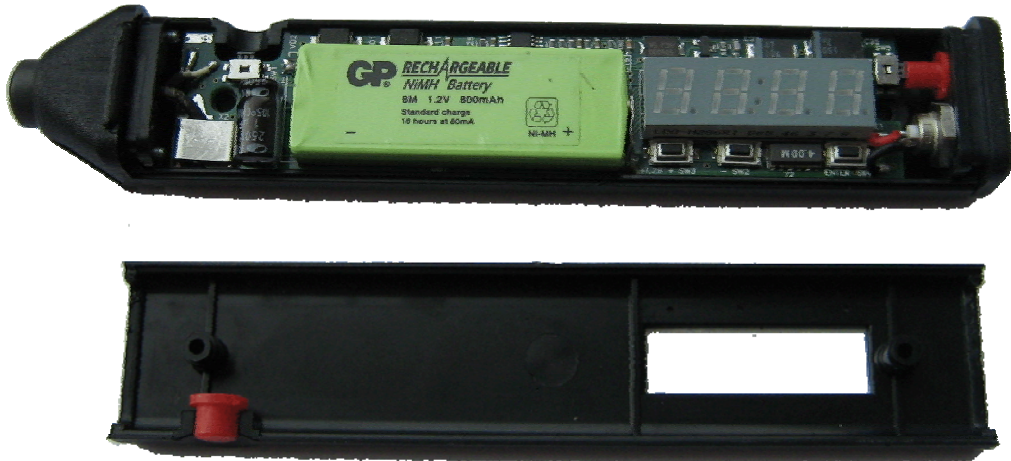

Рисунок 18
- Снять лицевую половину корпуса прибора (рисунок 18).